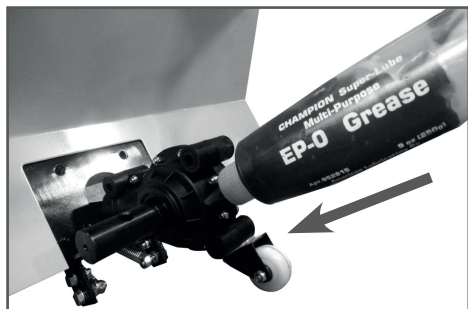

Рис. 28 Заправка смазки редуктора
5. Добавить смазку в редуктор через одно отверстие тубиком (Рис. 28) или специальным шприцем (в комплект поставки не входят) каждые 100 часов работы. Добавлять смазку до тех пор, пока она не появится из второго отверстия.